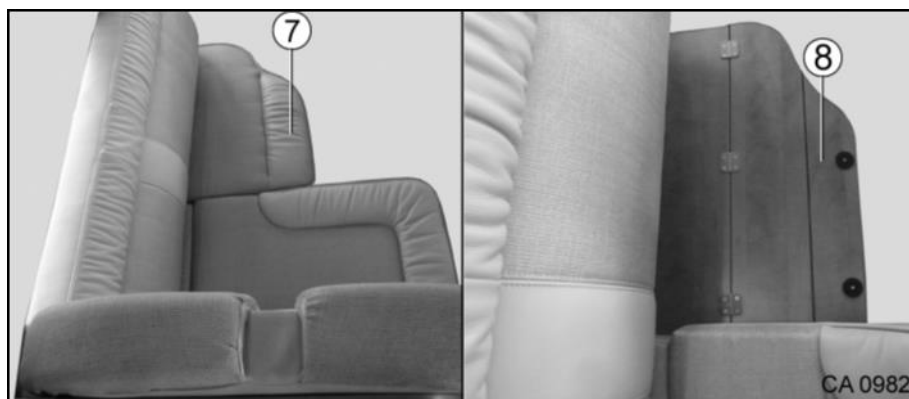

Fig. 18 Transformation de la banquette latérale en siège pour la route
1. Enlever le coussin (Fig. 18/7).
2. Relever le panneau de bois divisé (Fig. 18/8) et le plier.